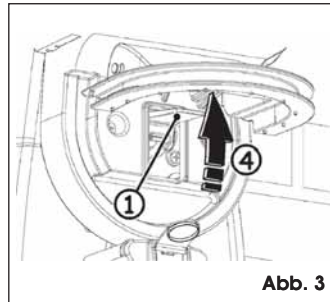

Abb. 3
3. Den Entriegelungsgriff bis zum Anschlag ziehen, Abb. 3 Bez. 1.